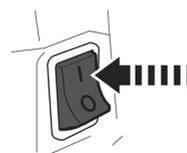

Fig. 22
- > Mettez l'interrupteur [27] sur "I" (Fig. 22).